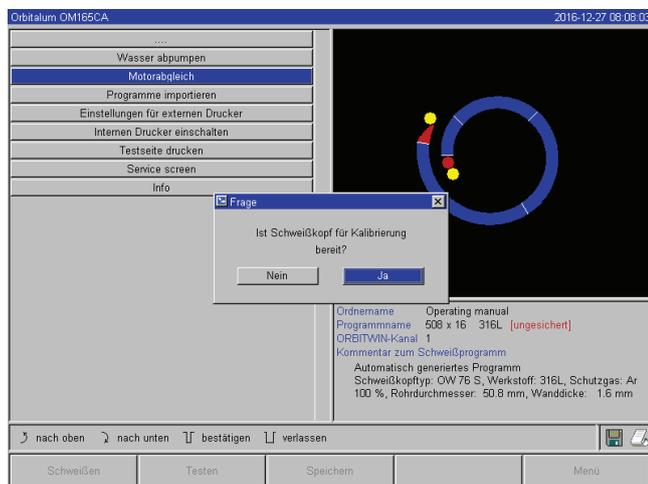

Abb. 34: Motorabgleich
**Wenn im Display eine Anzeige (siehe Abb. 34) erscheint, kann der Schweißkopf kalibriert werden!**